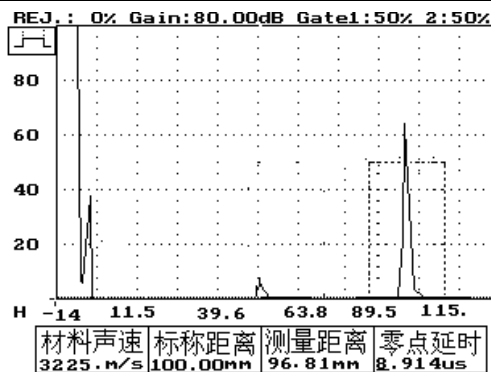

图 18-24
- (2)、A、不需要修改测量距离参数值
- 按进入键——退出测量距离参数修改状态，同时在零点延时参数下显示出仪器测量出的零点延时数值并在“零点延时”参数下有一“—”光标，提示用户是否对零点延时参数进行修改。如图 18-24 所示。
②、按进入键——确认新输入的测量距离参数值，同时在零点延时参数下显示出仪器测量出的零点延时数值并在“零点延时”参数下有一“—”光标，提示用户是否对零点延时参数进行修改。如图 18-24 所示。